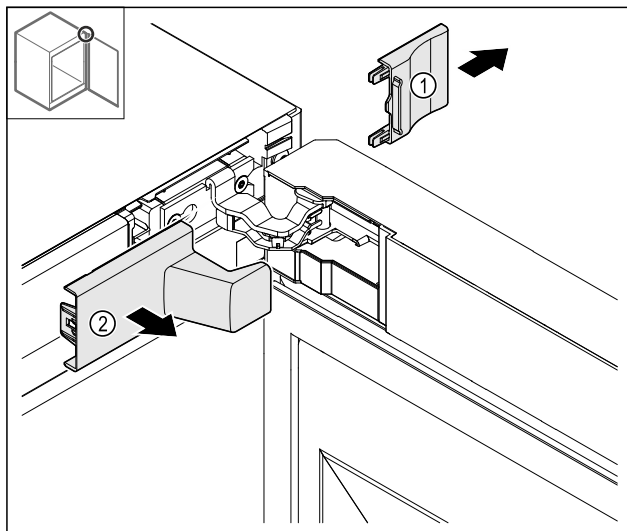

Fig. 13
- Afdekking Fig. 13 (1) en vervolgens Fig. 13 (2) verwijderen.